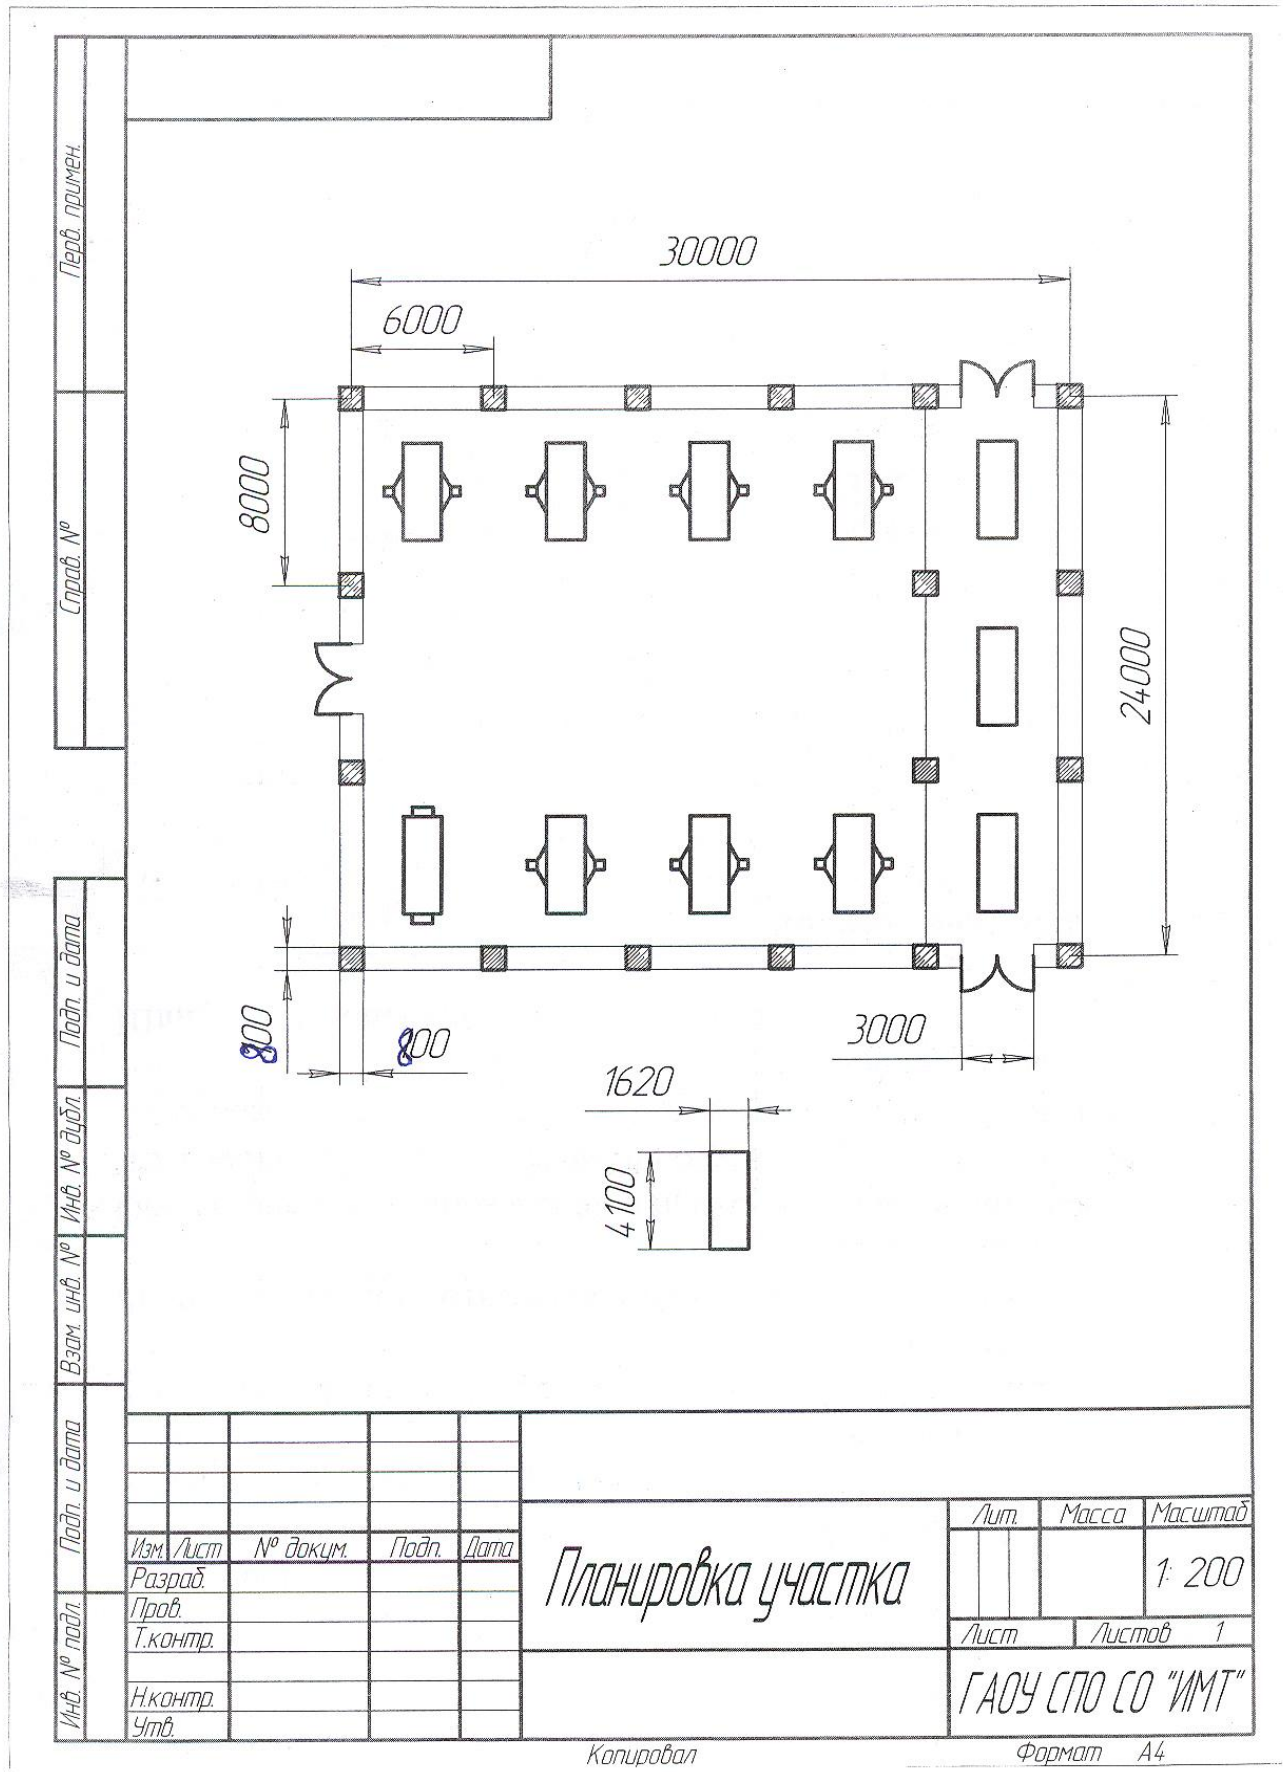

Рис.9.1
1. Создать чертеж плана участка зон (постов) ЕО, ТО, ТР (с применением масштаба) (см. рис.9.1)